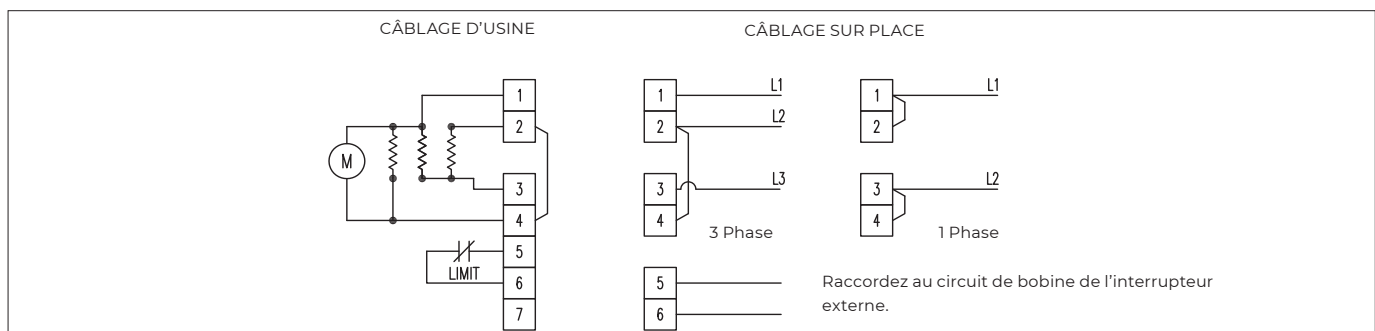

Figure 3A – Schéma de raccordement des appareils de la série GE de 2 à 10 kW avec option de limite élevée. Modèles de 208 V et 210 V.
Si les schémas de raccordement des Figures 3A à 3G, aux pages 20 à 23, ne correspondent pas à votre configuration, consulter le schéma de raccordement propre à l'appareil qui se trouve à l'intérieur du panneau d'accès. Sinon, tous les schémas de raccordement sont accessibles en ligne à l'adresse [www.thermon.com](http://www.thermon.com).
Si les schémas de raccordement des Figures 3A à 3G, aux pages 20 à 23, ne correspondent pas à votre configuration, consulter le schéma de raccordement propre à l'appareil qui se trouve à l'intérieur du panneau d'accès.
1. Pour faire fonctionner l'appareil de chauffage, s'assurer que l'alimentation électrique est correctement branchée, comme indiqué dans le schéma de raccordement (se reporter aux Figures 3A à 3C, aux pages 21– 23).
3. Pendant le fonctionnement normal, le dispositif de protection thermique ne doit pas déclencher le cycle Marche (ON) et Arrêt (OFF) de l'appareil de chauffage. Si cela se produit, vérifier si quelque chose obstrue la